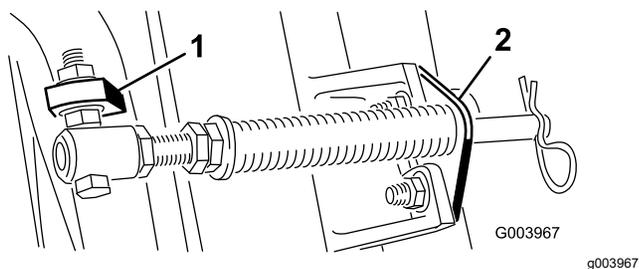

Рисунок 5
стороны выступа, как показано на **Рисунок 5**.
D. Присоедините кронштейн штока к выступам режущих блоков с помощью каретных болтов и гаек (**Рисунок 5**).